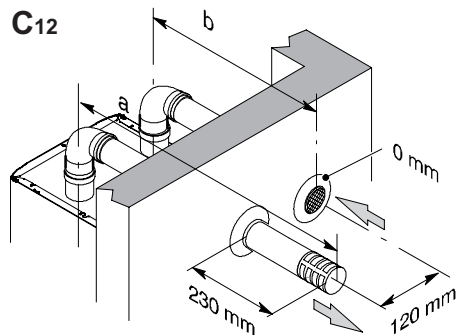
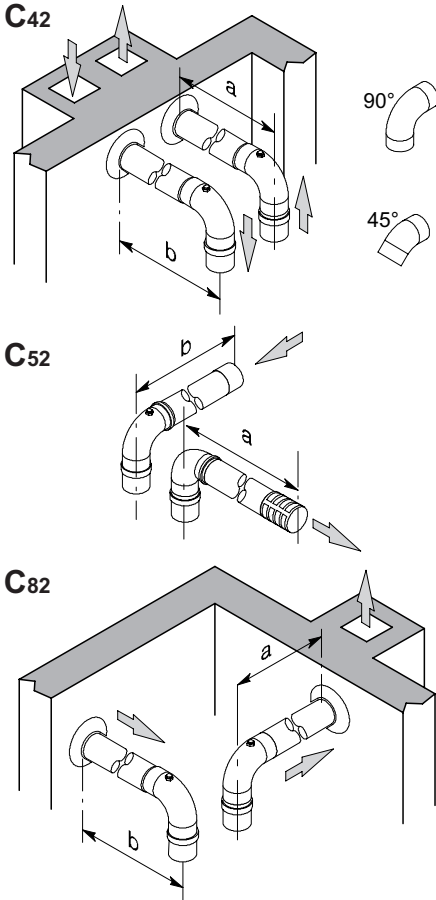

Figura 5.9
Figura 5.10
**Kit de conductos desdoblados para aspiración y evacuación Ø 80 mm (Figura 5.9-Figura 5.10)**
gura 5.9 y Figura 5.10) máx. realizable con el uso de prolongaciones no debe superar los valores indicados en la Figura 5.11.